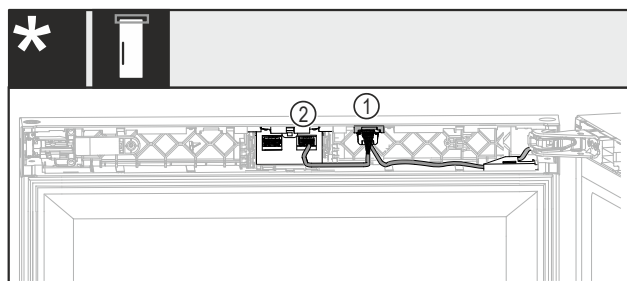

Fig. 44 Без замка или с механическим замком*
- Вставьте штекер с обоими кабелями Fig. 44 (1) в направляющую.*
- Зафиксировать штекер с обоими кабелями Fig. 44 (2) в правом гнезде.*